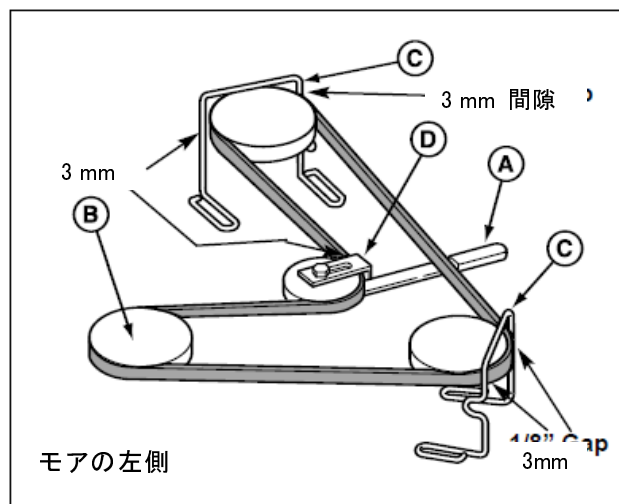

図 49 38”モアデッキ モアベルトの取り回し
3. ベルト張力を軽減するために、アイドルアーム(図 49 の A)を押してください。PTO(電磁クラッチ)プーリーから、ベルトを外してください。